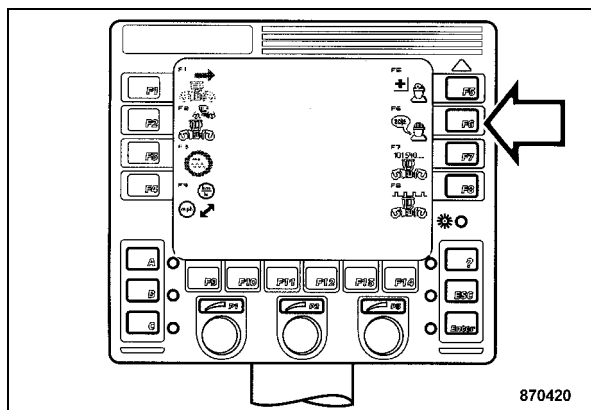

Fig. 97
- Pulsar la tecla "F6" (Fig. 97).